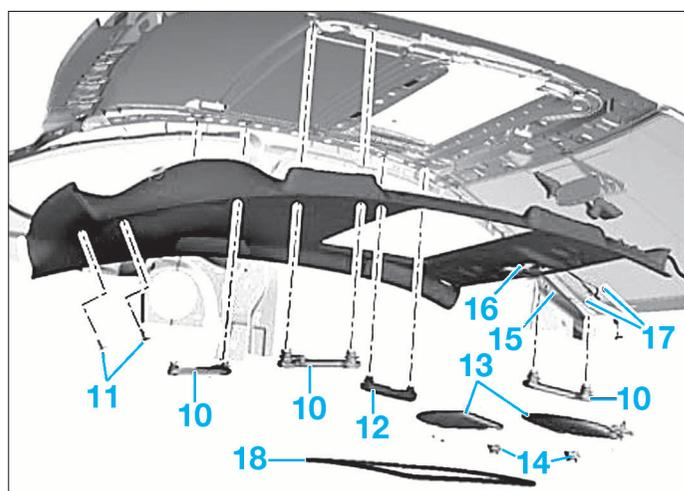

FIG. 76
- les poignées de maintien des passagers (10) (Fig.76).